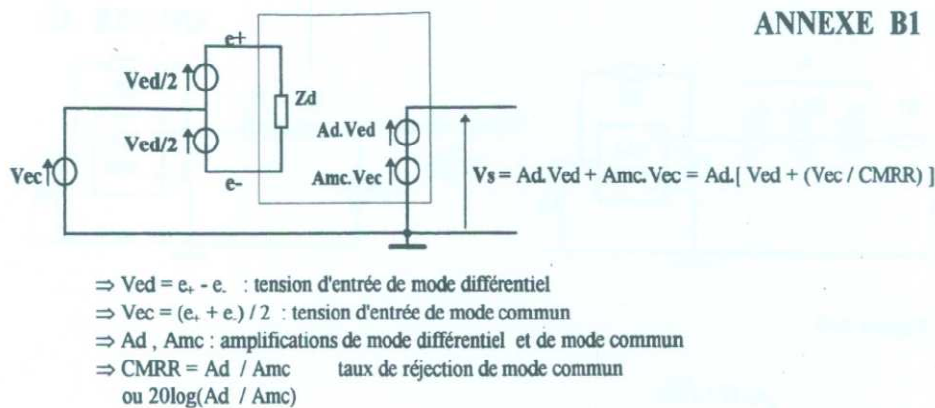
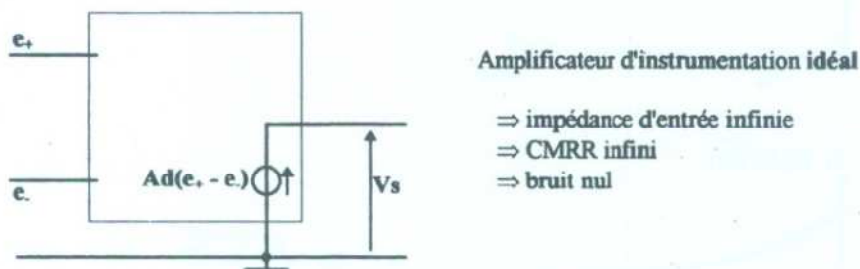
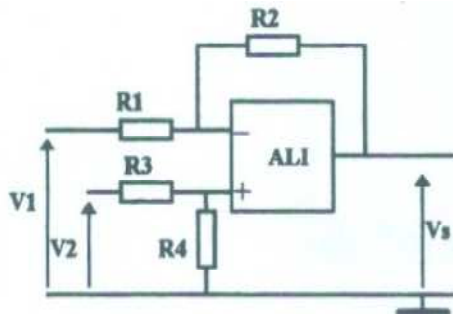

Figure B-1
Figure B-2
Figure B-3
Le modèle de l'Amplificateur Linéaire Intégré (ALI), incluant les imperfections qui vont être prises en compte, est donné à la figure B-1 et celui de l'amplificateur d'instrumentation idéal à la fig B-2. On peut définir l'erreur introduite par un taux de réjection de mode commun CMRR, non infini, par le rapport suivant :
On démontre, pour la structure la plus simple d'un amplificateur différentiel donnée à la figure B-3, que:
- B-2. En tenant compte des hypothèses et des résultats des deux précédentes questions, donner l'expression approchée de  $\text{CMRR2} = f(K, R1, R2)$ . Quelles conséquences tirez-vous concernant le dimensionnement et le choix des résistances  $R1$  à  $R4$  pour se rapprocher le plus possible des propriétés de l'amplificateur idéal défini à la figure B-2? Peut-on satisfaire simultanément ces trois propriétés?
- B-4. Exprimer la tension à la sortie du montage figure B-3 (pour  $R1=R3$  et  $R2=R4$ ) à partir de l'expression de la tension à la sortie de l'ALI de la forme  $Vs = Ad \cdot Ved + \text{A}mc \cdot \text{Vec}$  définie à la figure B-1. Y faire apparaître  $\text{CMRR1}$  puis simplifier cette expression en supposant  $\text{CMRR1} \gg 1$  et  $R2 \gg R1$ . En déduire une relation de la forme:  $Vs = A'd \cdot (V2 - V1) + A'mc \cdot ((V1 + V2) / 2)$ . Exprimer  $A'd$  et  $A'mc$ .
- B-8. Quelle condition stricte permettrait de garantir un CMRR2 infini dans le montage de la figure B-3 ? Cette condition étant satisfaite, quelle serait alors la valeur du CMRR global de l'amplificateur ?